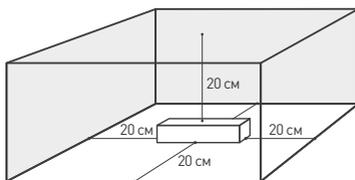

Рис. 1. Свободное пространство вокруг источника.
- 4.2. Для естественной вентиляции обеспечьте свободное пространство вокруг источника питания не менее 20 см, как изображено на Рис. 1.